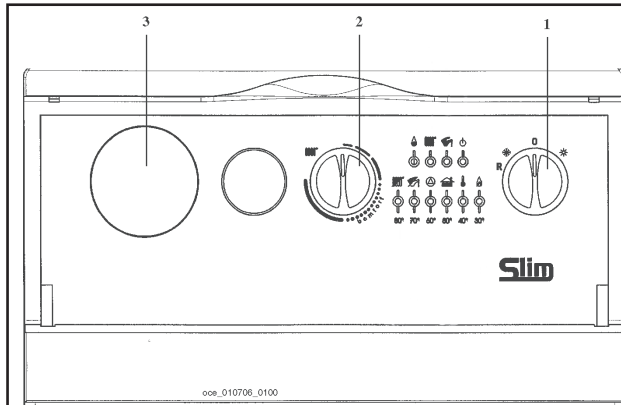
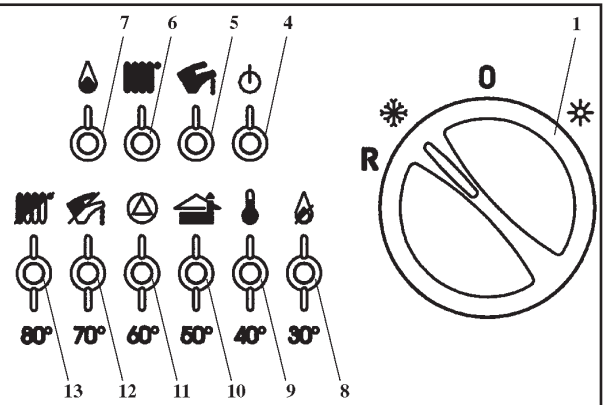

Рис. 1: Панель управления котла
Рис. 2: Световая индикация
- установить переключатель режимов «лето - зима» (рис. 1, позиция 1) в режим «зима».
- установить регулятор температуры воды в системе отопления (рис. 1, позиция 2) на нужное значение.
Важная информация: при переключателе режимов «лето - зима» (рис. 1, позиция 1), установленном в положении «зима» , перед каждым очередным включением котла по сигналу регулятора системы отопления установлена задержка на несколько минут (для того чтобы избежать частых включений/выключений). Для того чтобы горелка включилась сразу, переведите переключатель в положение (0), а затем снова установите режим «зима».
Внимание! При первом включении внутри трубы подачи газа могут образоваться воздушные пробки. В таких случаях горелка не будет включаться и произойдет блокировка котла по газу (загорается красная лампочка блокировки котла - рис. 1, позиция 8).
При возникновении данной проблемы повторите процесс включения котла до поступления газа в горелку, кратковременно установив перед включением переключатель режимов (рис. 1, позиция 1) в положение R (сброс).
Данное устройство может быть снабжено комнатным термостатом для контроля температуры отапливаемого помещения. В этом случае регулятор температуры воды в системе отопления (рис. 1, поз.2) устанавливается в максимальное положение, а сигналы на включение и выключение котла поступают от комнатного термостата.
При отсутствии комнатного термостата температура помещения регулируется косвенным образом при помощи регулятора температуры воды в системе отопления (рис. 1, поз.2); при таких условиях насос системы отопления работает постоянно. Для увеличения температуры повернуть регулятор по часовой стрелке, для уменьшения - против часовой стрелки.
-Установить переключатель режимов (рис. 1, позиция 1) в положение (0), проследив, чтобы лампочка-индикатор (рис. 2, позиция 4) погасла; таким образом прекращается подача электричества в котел.
- переключатель режимов (рис. 1, позиция 1) не установлен в положение (0);